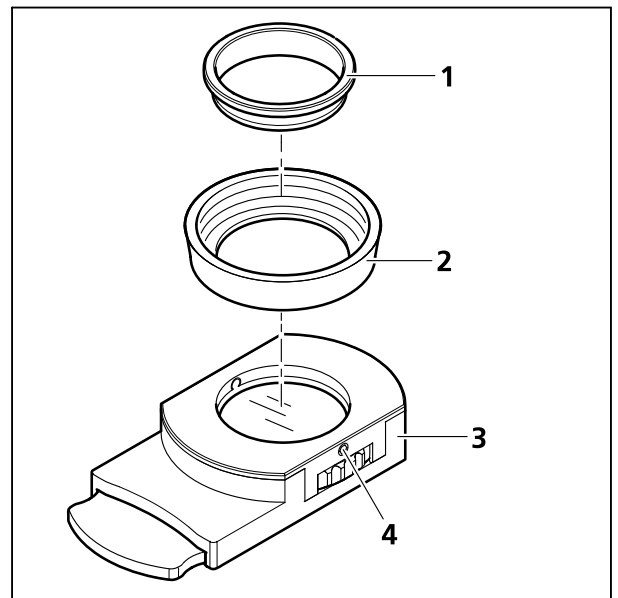

图 10 将遮光罩装入滑板
- 将滑板（图 10/3）下侧翻转向上。拧松止动环紧固螺钉（图 10/4），向上取下止动环（图 10/1）。
- 将遮光罩（图 10/2）上端向下装入滑板（图 10/3）。
- 装入止动环（图 10/1），并用紧固螺钉（图 10/4）拧紧。